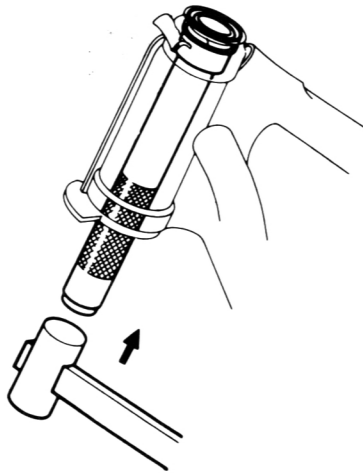

Bild 164
- Den oberen Laufring mit Hilfe des Spezialwerkzeugs (Treibdorn 0746–3710600) entfernen (Bild 164).